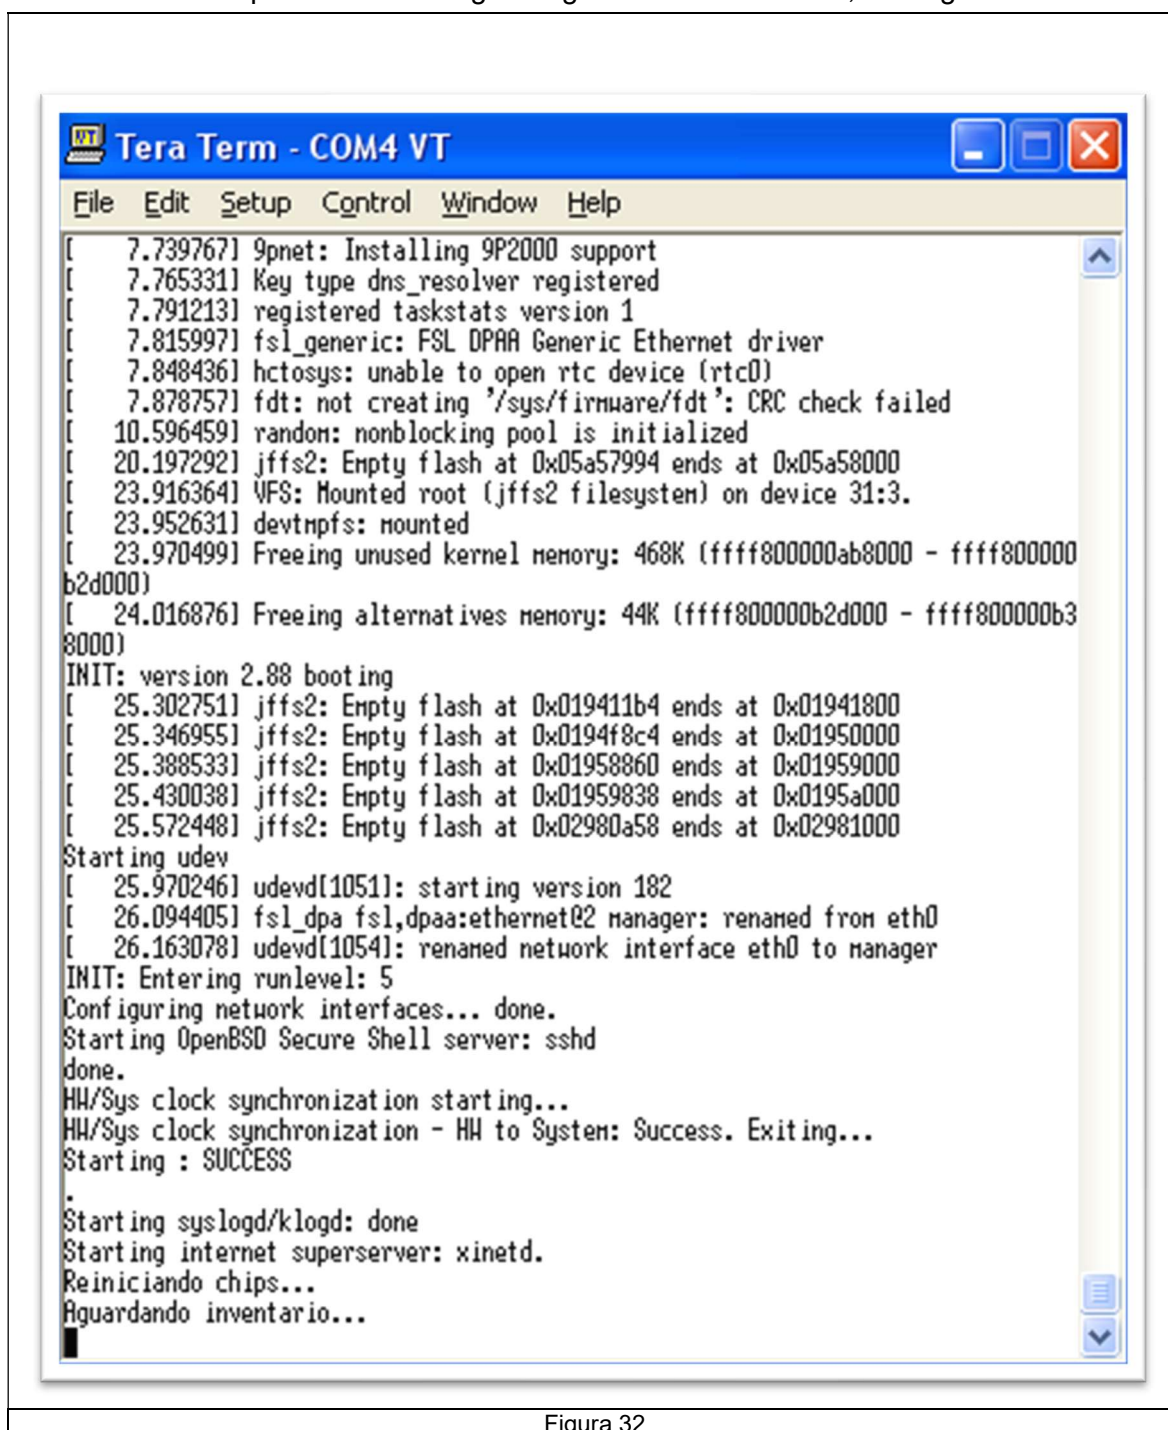

Figura 32
- No console ira aparecer a mensagem “aguardando inventário”, vide figura 32.